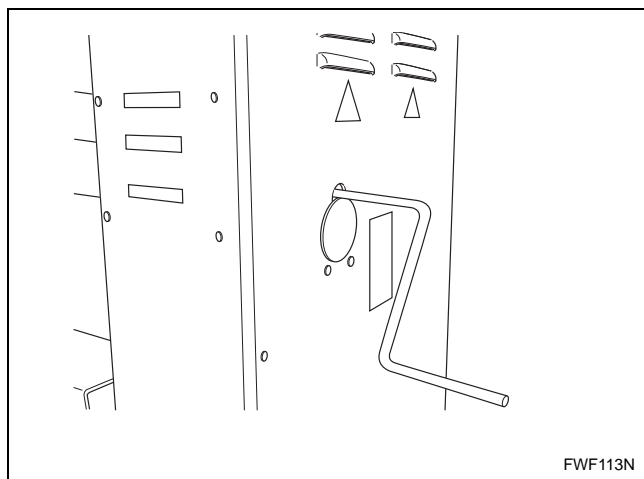

Figura 12
c. Gire o rolo com a manivela manual. Consulte *Figura 12*.